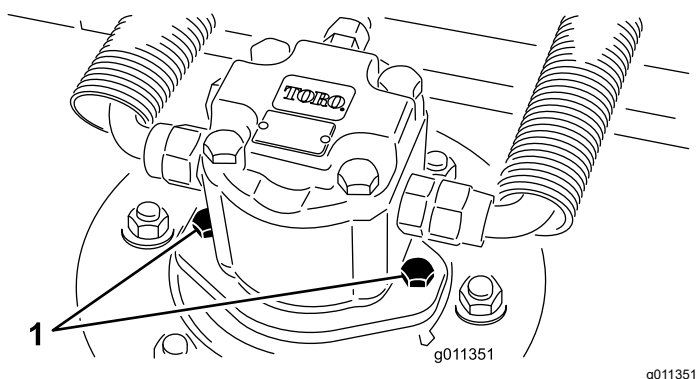

Figure 63
2. Débranchez et déposez le moteur hydraulique de l'unité de coupe (Figure 63). Couvrez le dessus de l'axe pour éviter toute contamination.
4. Montez le moteur hydraulique sur le plateau de coupe (Figure 63). Vérifiez que le joint torique est en place et en bon état.